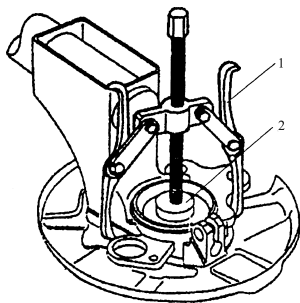

图 1-24 拆卸前轮毂及齿圈
1) 如图 1-24 所示, 拆带齿圈的前轮毂, 用 200 mm 拉具 1 的两个活动臂先钩住前轮轴承壳中的两边(只有一个位置能钩住);
2) 如图 1-24 所示, 在前轮毂要压出的中心放一块专用压块;